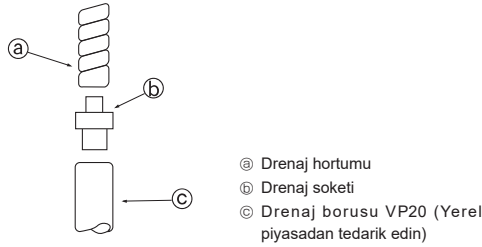

Fig. 5-1
5.1. Drenaj Borusu İşleri (Fig. 5-1)
- VP20'ye bağlantı yaparken, aksesuar olarak verilen drenaj soketini ⑤ kullanın. Sızıntıyı engellemek için soketi, vinil klorit tipinde yapıştırıcıyla sıkıca boruya yapıştırın.